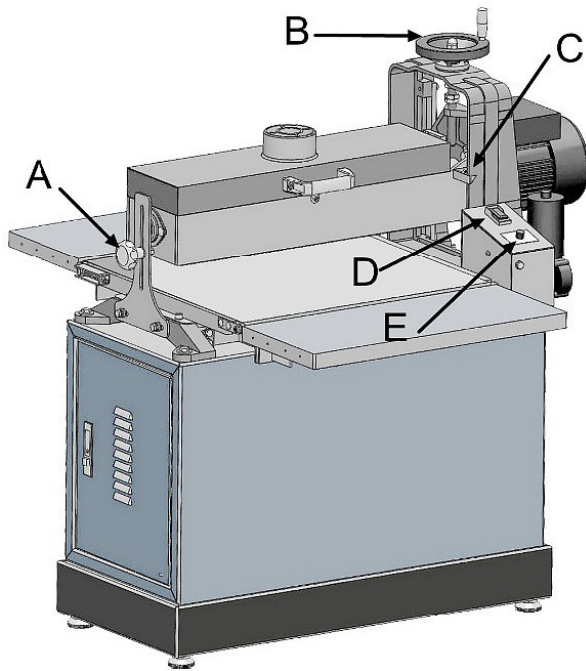

Abb. 14: Arbeitsablauf
Schritt 1: Klemmschraube (Abb.14) lösen.
Schritt 3: Sobald die richtige Schnitttiefe für Ihre Bearbeitung eingestellt ist, ziehen Sie die Klemmschraube (Abb.14) wieder fest.